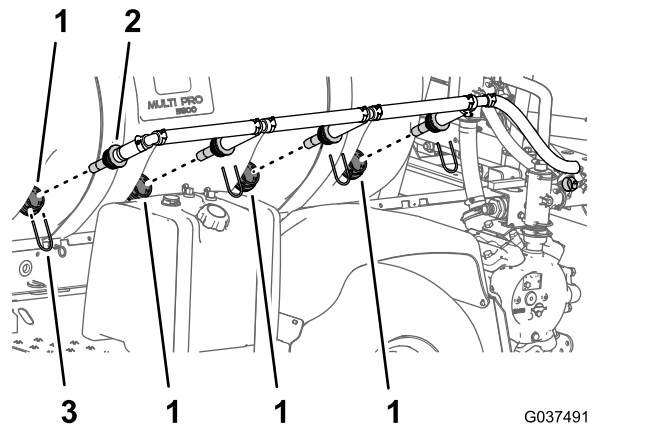

Figure 33
- Déposez les buses, et les flexibles qui y sont reliés, de la machine (Figure 33).